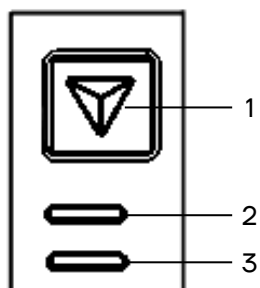

Рисунок 2. Панель управления
6. Панель управления (рисунок 2).